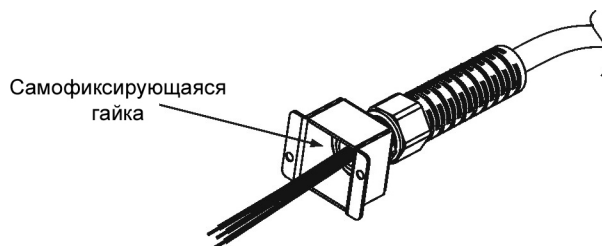

Рис.3-2: Защищенные провода, установленные в разгрузочной муфте
3. Наденьте винтообразную муфту на кабель переменного тока. Пропустите зачищенные провода сквозь разгрузочную муфту, пока внешняя оболочка кабеля не окажется заподлицо с кромкой муфты. Затяните (16-18 фунтов/дюйм) трубку на муфте, удерживая кабель на месте. Теперь кабель надежно закреплен в разгрузочной муфте. Смотрите Рис.3-2.